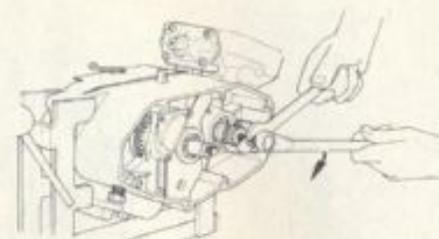

FIG. 16 Estrazione pignone motore
- 17) RIMUOVERE il pignone motore con l'apposito estrattore (cod. 05.0041.0 per pignoni  $z = 14 + 16$ ) (fig. 16).